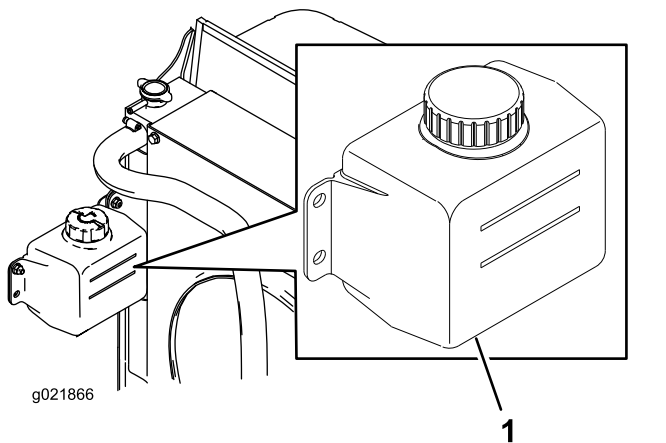

Bild 78
1. Prüfen Sie den Kühlmittelstand im Ausdehnungsgefäß (Bild 78).